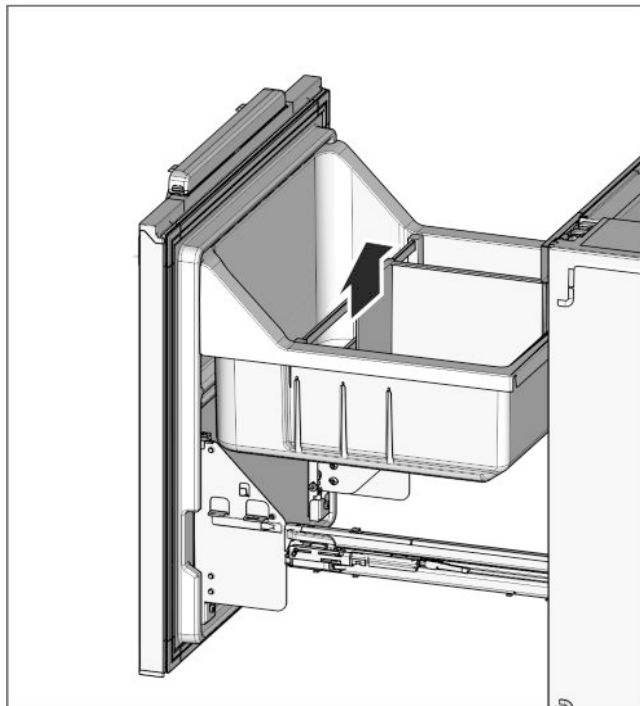

Fig. 25
- ▶ Helyezze vissza a palacktárolót Fig. 25 (32) és a zöldségtálcát Fig. 25 (31).